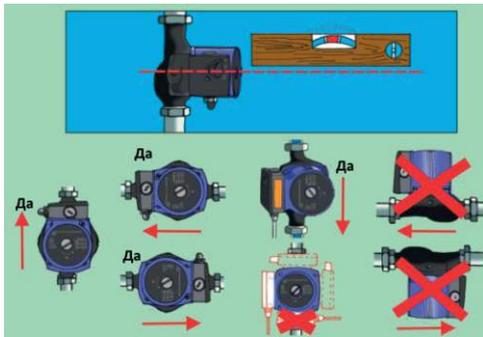

Рис. 4 Допустимые положения насоса при монтаже.
• Насос должен быть установлен горизонтально (вал электродвигателя монтируется в горизонтальной плоскости) (см. допустимые монтажные положения рис. 4).